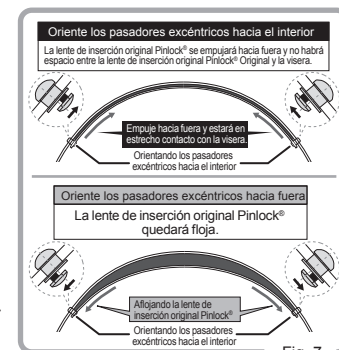

Fig. 7
2. Ajuste los pasadores excéntricos girándolos con una herramienta (Fig. 7).